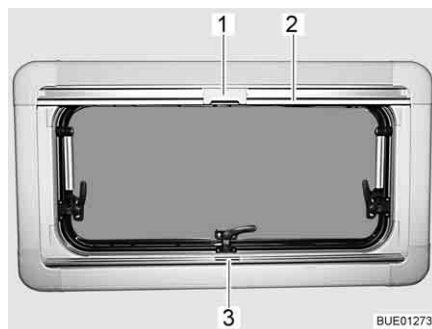

Fig. 87 Ventana abatible
- Sujetar el estor plegable por el centro del agarradero (Fig. 87,3), tirar de abajo a arriba y soltarla a la altura deseada. El estor plegable se queda fijo a esta altura.
- Tirar del agarradero de la mosquitera enrollable (Fig. 87,2) hacia abajo hasta que choque con el agarradero del estor plegable (Fig. 87,3).
- Bloquear el cierre (Fig. 87,1) de la mosquitera enrollable con el agarradero del estor plegable.
- Empujar hacia atrás el cierre (Fig. 87,1) de la mosquitera enrollable por arriba.
- Regresar la mosquitera enrollable lentamente en el agarradero (Fig. 87,2).